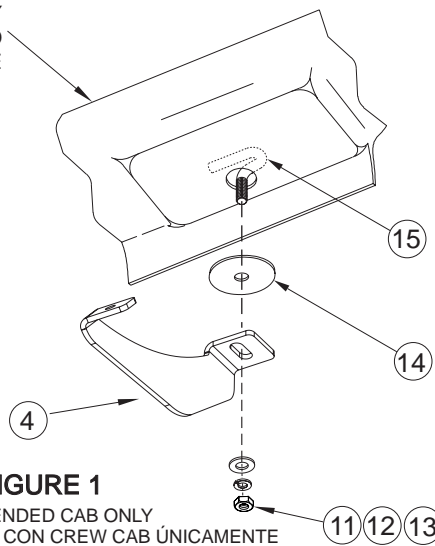

FIGURE 1 FIGURA 1 FIGURE 1
- STEP 3. **Extended Cab only:** Locate the 1" hole in the floor of the vehicle between the front and rear body mounts. Place the J-bolt into the hole and secure with the nylon washer as shown. Position center bracket over J-bolt and secure using 3/8" fasteners as shown. Leave loose. **SEE FIGURE 1.**
- ÉTAPE 3. **Pour cabine rallongée seulement :** Situez le trou de 1 pouce dans le plancher du véhicule entre les montages de carrosserie avant et arrière. Places le boulon en J dans le trou et fixez-le à l'aide de la bague de nylon tel qu'illustré. Positionnez le support central sur le boulon en J et fixez-le à l'aide des attaches 3/8 po tel qu'illustré. Ne pas serrer. **VOIR FIGURE 1.**